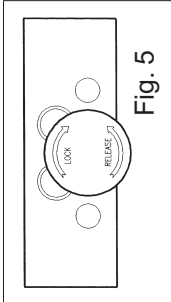

Fig. 5
- 1) Koppel de hydraulische besturingseenheid met behulp van de betreffende knop los. (fig. 5)